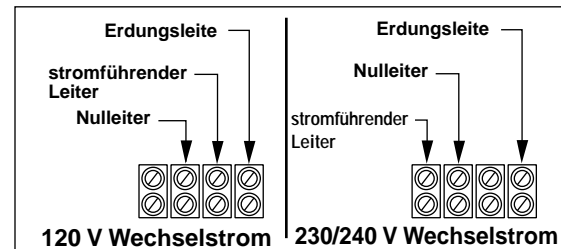

Abbildung 5 - Wechselstrom-Schalt diagramm
2. Das zutreffende Schaltdiagramm für die Installation (120 V Wechselstrom bzw. 230/240 V Wechselstrom) entsprechend **Abbildung 5** wählen.